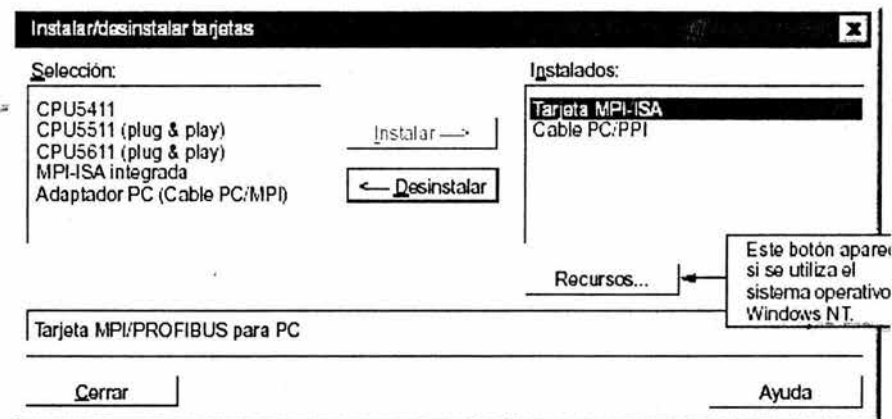

Figura 8-2 Cuadro de diálogo “instalar/desinstalar tarjetas”.
6. Al finalizar la instalación aparece automáticamente el cuadro de diálogo donde se pueden instalar o desinstalar las tarjetas (ver figura 8-2).